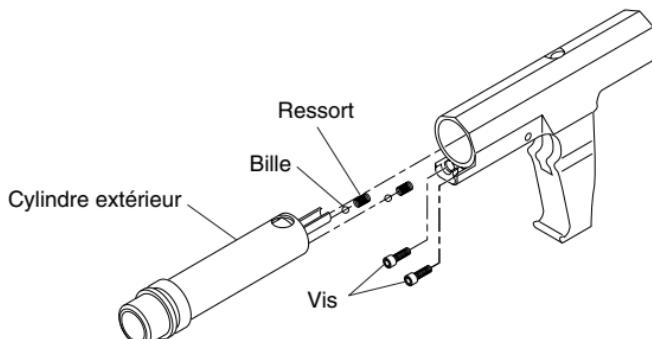

**Figure 8 - Retrait de la tige et de l'ensemble déclencheur**
1. Retirer la tige du déclencheur du corps de l'outil (Figure 8). **Note :** L'extrémité de la tige du déclencheur est filetée. Dévisser la tige, avant de la retirer du corps de l'outil.
1. Insérer l'ensemble déclencheur à l'arrière du corps de l'outil (Figure 8, page 77).